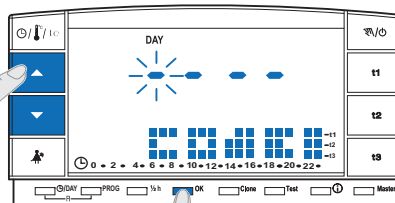
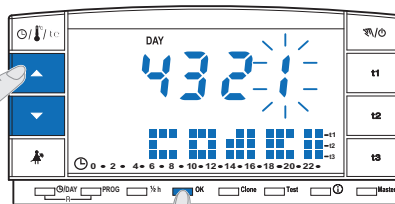

fig. 77
fig. 78
- Sul display apparirà la scritta **CoDe II** e il primo trattino a sinistra lampeggerà (fig. 77); inserire la **nuova password** utilizzando i tasti ▲▼ quindi confermare ogni valore premendo il tasto OK (esempio in fig. 78).
- Quando sul display apparirà la scritta **CoDe II** inserire come password 4 trattini (- - - -) e confermare ogni "trattino" premendo il tasto OK (fig. 77).